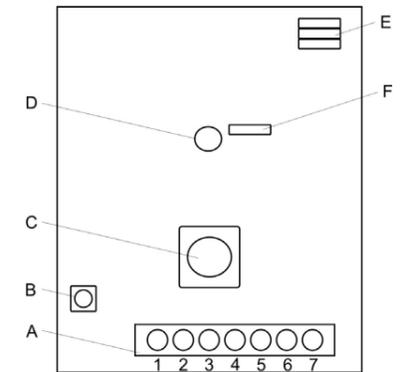

Fig. 2
8. Verbinden Sie die Drähte mit den Anschlussklemmen (Fig. 2).
8. Attach the wires to the connection terminal (Fig. 2).